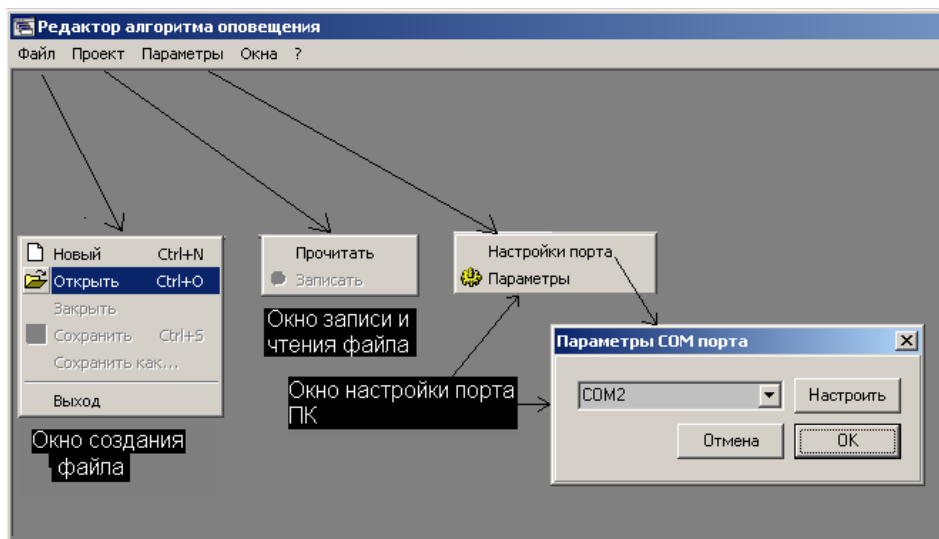

Рис.32
5. Запустите на персональном компьютере программу «Mdiapp.exe». После запуска программы на экране компьютера появится окно (Рис.32)
Для контроля записанного файла его можно прочитать из памяти прибора управления. Для этого, «кликнуть» по пиктограмме «проект» и выбрать опцию «прочитать» (см. рис.32).
Для записи в прибор ранее сформированного файла, хранящегося в ПК, его загружают в программу через пиктограмму «Файл», опцию «Открыть» (см. рис.32), а затем производят все необходимые действия.